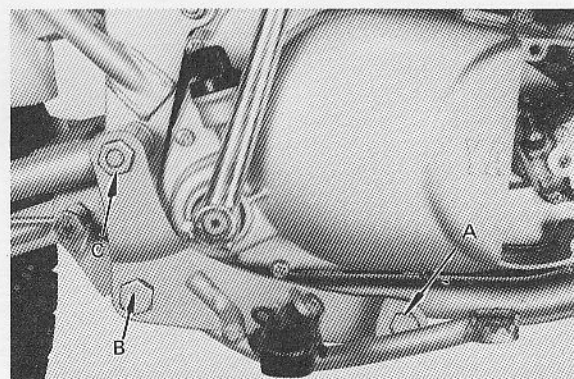

Fig. 3-1-21
2. Remove Nut C securing the swing arm, and remove the footrest (R). The footrest (L) should be moved backward so that it does not obstruct the removal of the engine. (Fig. 3-1-21)
2. Enlever l'écrou C retenant le bras oscillant, et démonter le repose-pied (D). Le repose-pied (G) doit être déplacé vers l'arrière de façon qu'il ne gêne pas le démontage du moteur. (Fig. 3-1-21)